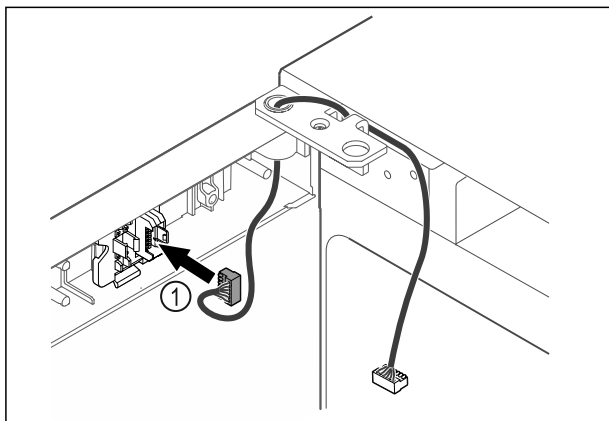

Fig. 43
- ▶ Pistke pistik Fig. 43 (1) pistikuhooidikusse.